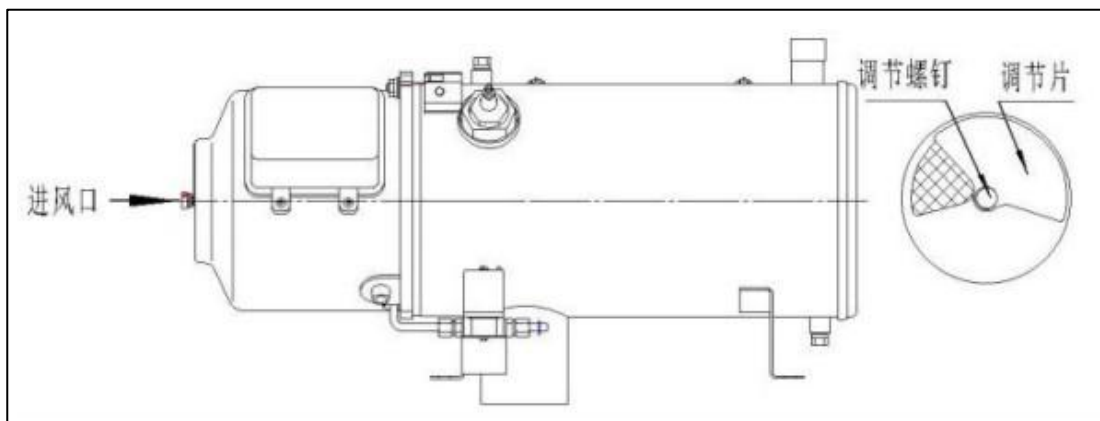

Figura 4-19 Toma de aire
1. El cabezal del calentador de combustible tiene una pieza de ajuste de la entrada de aire, como se muestra en la figura 4-19. Cuando el calentador vaya a funcionar en una zona de meseta, asegúrese de que el ángulo de entrada de aire se ha ajustado correctamente en función de la altitud. A continuación, se describen los métodos y el ajuste del ángulo de entrada de aire en diferentes altitudes.